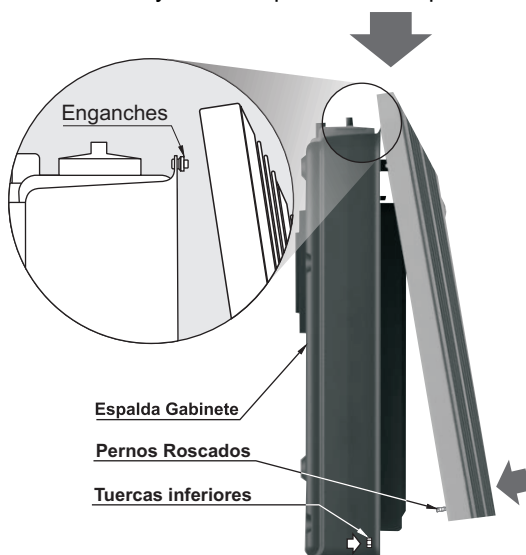

Fig. 23
- Luego, inserte los 2 pernos roscados en la parte inferior del Frente, en los orificios inferiores de la pestaña de la Espalda (Fig. 23).